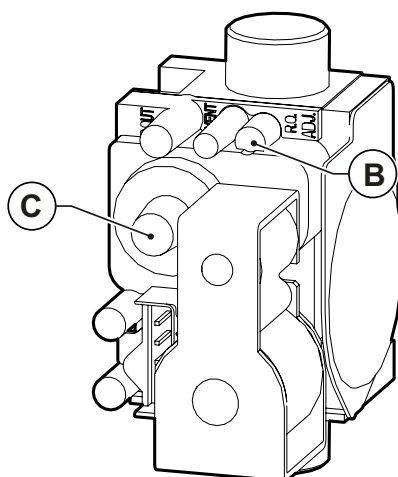

Fig. 26 Reglare valoare dioxid de carbon
- Reglați valoarea dioxidului de carbon (CO₂) din gazele arse, rotind regulatorul de raport **B** (vezi Fig. 26 Reglare valoare dioxid de carbon) și asigurați-vă că reintră în limitele din Tab. 13 Valori ale CO₂ în gazele arse. Lăsați centrala în modul curățare și treceți la pasul următor de reglare la puterea minimă.
- Reglați valoarea dioxidului de carbon (CO₂) din gazele arse, rotind regulatorul **C** (vezi Fig. 26 Reglare valoare dioxid de carbon) și asigurați-vă că reintră în limitele din Tab. 13 Valori ale CO₂ în gazele arse.